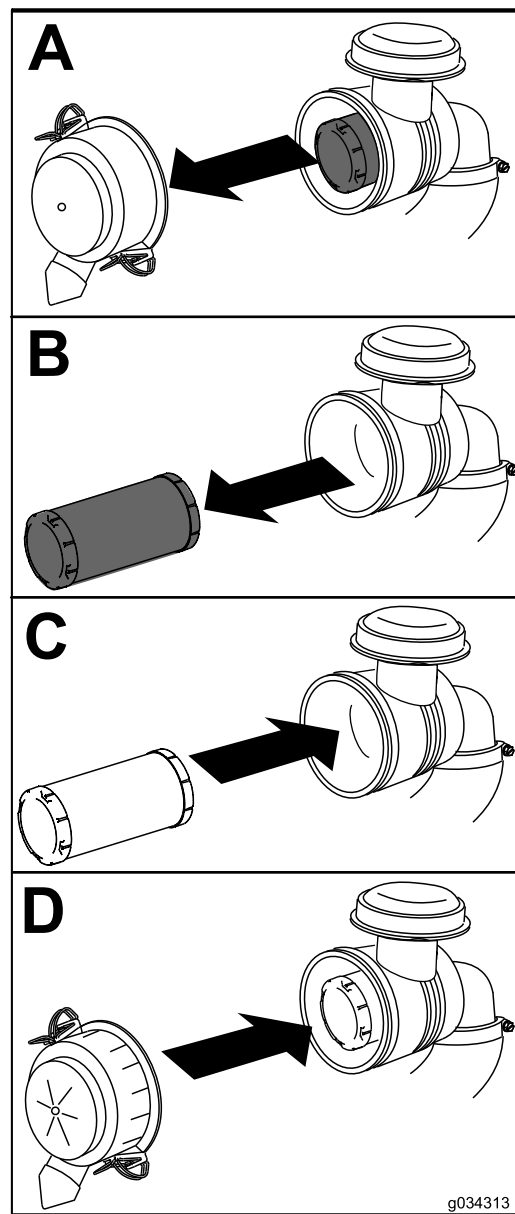

Figura 37
1. Glisați ușor elementul filtrului de aer din corpul filtrului de aer (Figura 37).
4. Montați capacul filtrului de aer cu partea cu indicația UP (sus) în sus și fixați-l cu elementele de fixare (Figura 37).